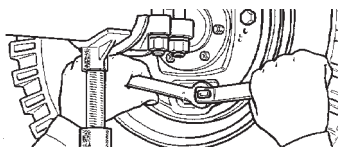

Рис. 9.31. Регулировка тормозных колодок заднего колеса с помощью опорных пальцев
3. Нажав на педаль тормоза усилием 12 - 16 кгс, подведите поворотом опорных пальцев концы колодок со стороны пальцев до упора в барабан (рис. 9.31). Затем затяните в этом положении гайки опорных пальцев, не допуская при этом их поворота.